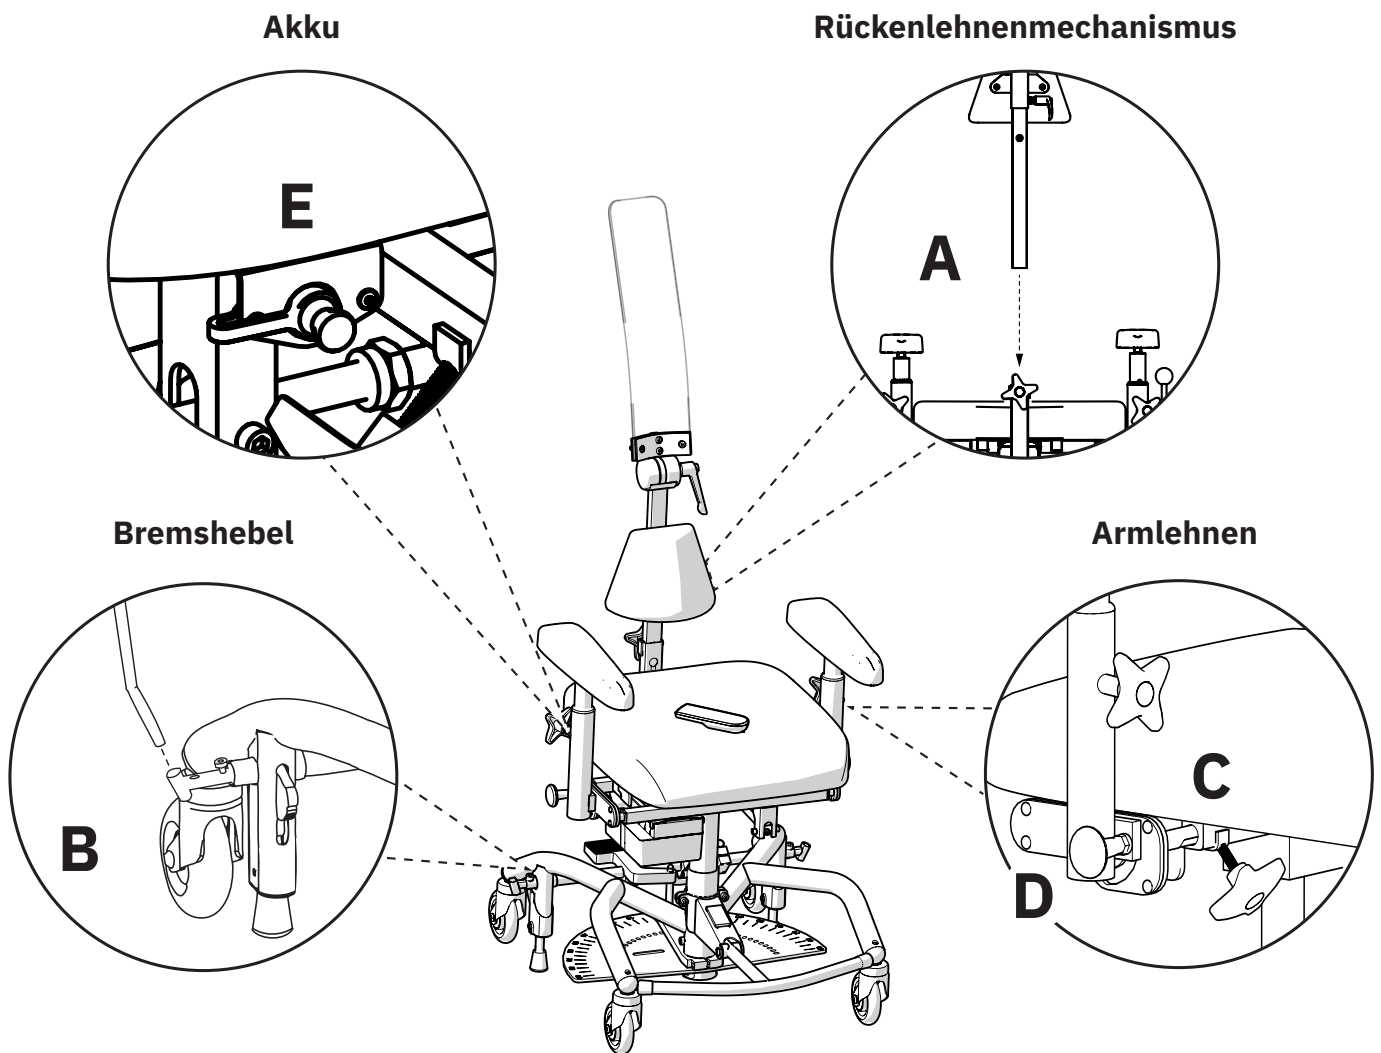

Abb. 2.1. Vorbereitungen vor der Inbetriebnahme des Produkts.
Setzen Sie das Rohr der Rückenlehne in den Rückenlehnenmechanismus (A) ein und stellen Sie die gewünschte Höhe ein, siehe Abb. 2.1. Ziehen Sie sämtliche Handschrauben (A) fest. Die Abbildung zeigt eine der beiden Rückenlehnen, die standardmäßig mit dem Produkt geliefert werden. Zur Einstellung der Rückenlehnen und Rückenmechanismen siehe 5.6. Rückenmechanismus und Rückenlehne.
Wenn die Fußbremse verwendet werden soll, wird empfohlen, den Bremshebel nicht zu montieren. Soll die Handbremsfunktion verwendet werden, ist der Bremshebel wie folgt anzubringen: Stecken Sie den Bremshebel in die Bremshebelhalterung (B), siehe Abb. 2.1. Der Bremshebel kann auf der rechten oder linken Seite montiert werden.
Lösen Sie die Handschrauben an den Armlehnen (C) und stellen Sie die gewünschte Höhe und Breite ein, siehe Abb. 2.1. Ziehen Sie sämtliche Handschrauben (C) fest. Vergewissern Sie sich beim Absenken der Armlehne, dass der Knauf (D) in der Verriegelungsposition einrastet. Wenn der Knauf nicht einrastet, drehen Sie ihn, bis er hörbar einrastet.
Vor dem erstmaligen Gebrauch muss der Akku aktiviert und geladen werden. Dazu wird das Akkuladegerät an die Ladebuchse des Produkts und an eine Wandsteckdose (E) angeschlossen, siehe Abb. 2.1. Die Ladebuchse kann an verschiedenen Stellen des Produkts montiert werden. In den meisten Fällen wird das Produkt mit der Ladebuchse an der Rückseite unter dem Sitz geliefert.